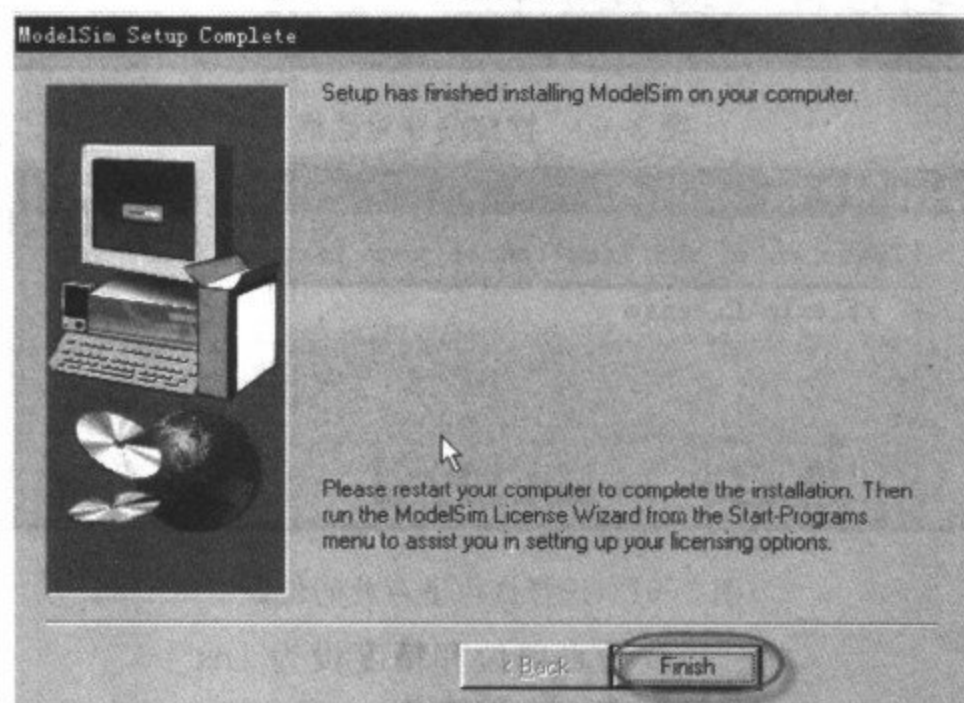

图 3-58 安装完成画面
(6) 随后出现安装进度指示界面, 程序开始安装, 安装完成后, 单击 Finish 按钮, 程序安装完成, 如图 3-58 所示。